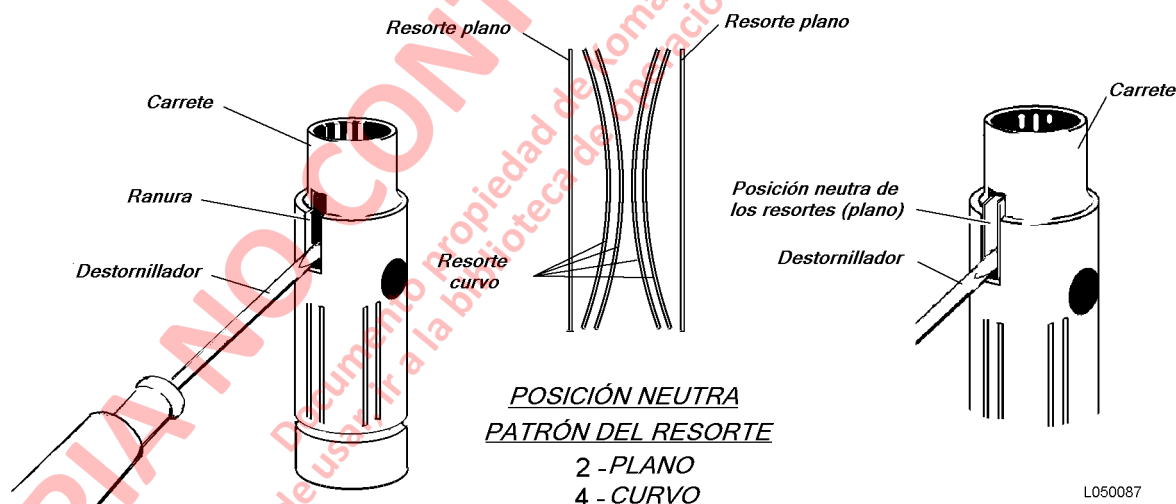

FIGURA 5-9. MONTAJE DEL RESORTE DE POSICIÓN NEUTRA
1. Para instalar los resortes de posición neutra, ponga un destornillador en la ranura de el carrete, como se muestra en Figura 5-9